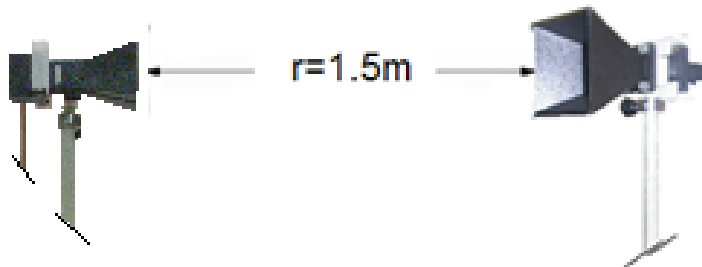

Figura 8.7 Antenas de bocina enfrentadas a una distancia $r=1.50\text{cm}$
E. Separé las antenas a una distancia de $r=1.5\text{m}$. Luego ajústelas para que estén a la misma altura y enfrentadas .Figura 8.7